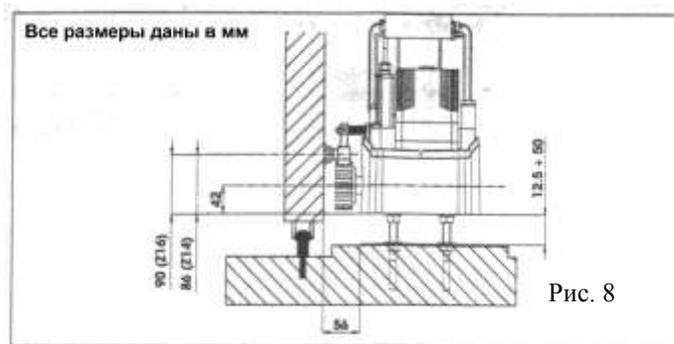

Рис. 8
- Снимите кожух и поднимите его вертикально вверх рис. 6. Разместите привод на закрепленной пластине основания в соответствии с рис. 7 при помощи крепежа из комплекта. Пропустите кабели через отверстие в приводе. Проконтролируйте параллельность привода и створки рис. 8;
- Установите высоту установки привода относительно пластины основания при помощи гаек равной более 12,5 мм над уровнем пластины, проконтролируйте установку привода по уровню и в соответствии с рис. 8;